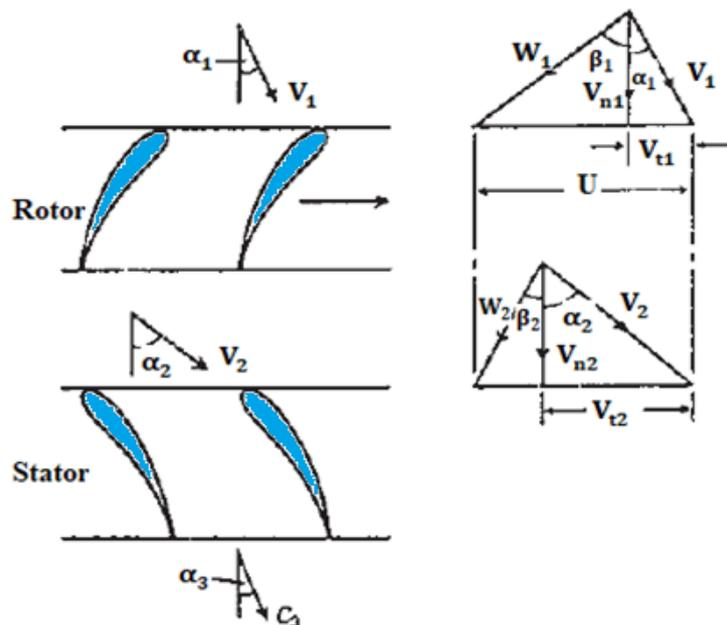

Figure 13.
3. Disposition des vitesses dans un étage complet (figure 13)